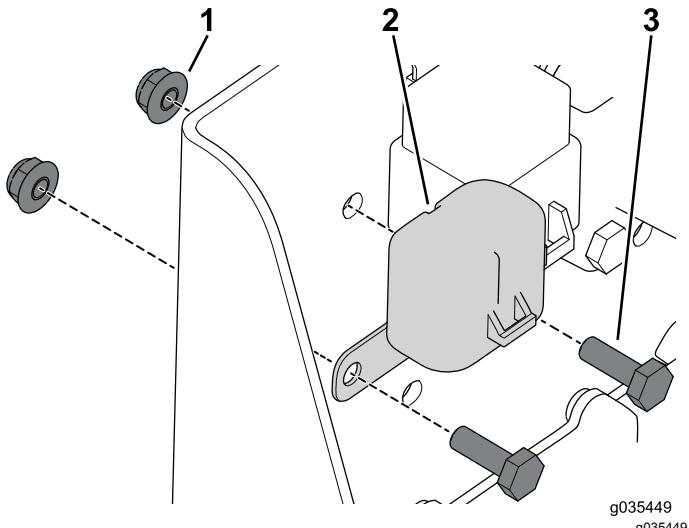

Bild 14
5. Befestigen Sie die Sicherungskappe mit den zwei Schrauben ($\frac{1}{4}$ " x $\frac{3}{4}$ ") und Bundmuttern (Bild 14).